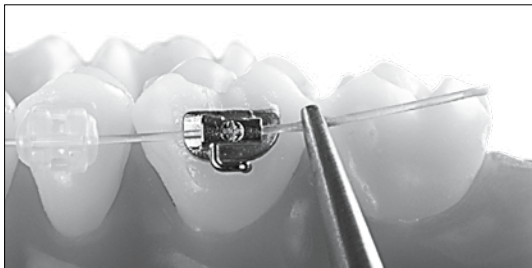

Fig. 2: Pasar el arco por el tubo.
- Pase el arco translúcido pearl por el tubo vestibular desde distal (Fig. 2).